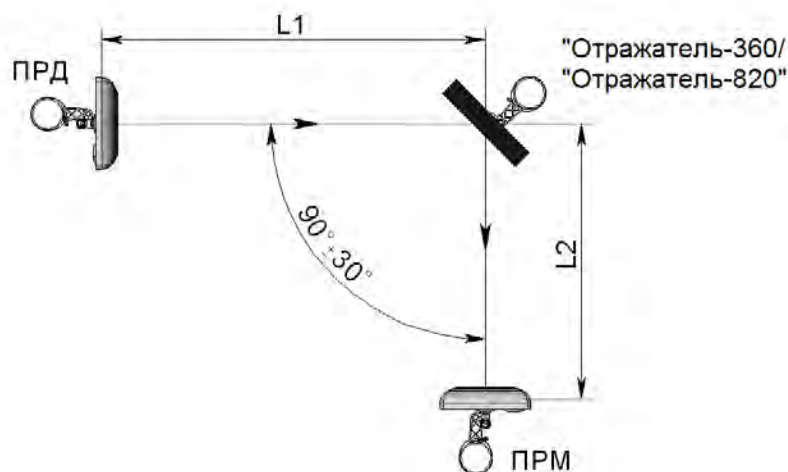

Рисунок 2.15 – Установка извещателей с применением отражателя «Отражатель-360» («Отражатель-820»)
2.3.9.2 При работе извещателей «ФОРТЕЗА-50», «ФОРТЕЗА-100», «ФОРТЕЗА-200» с «Отражателем-360» (см. рисунок 2.15) суммарная длина зоны обнаружения  $L1+L2$  (где  $L1$  – расстояние между блоком ПРД и отражателем,  $L2$  – расстояние между отражателем и блоком ПРМ) не должна превышать: